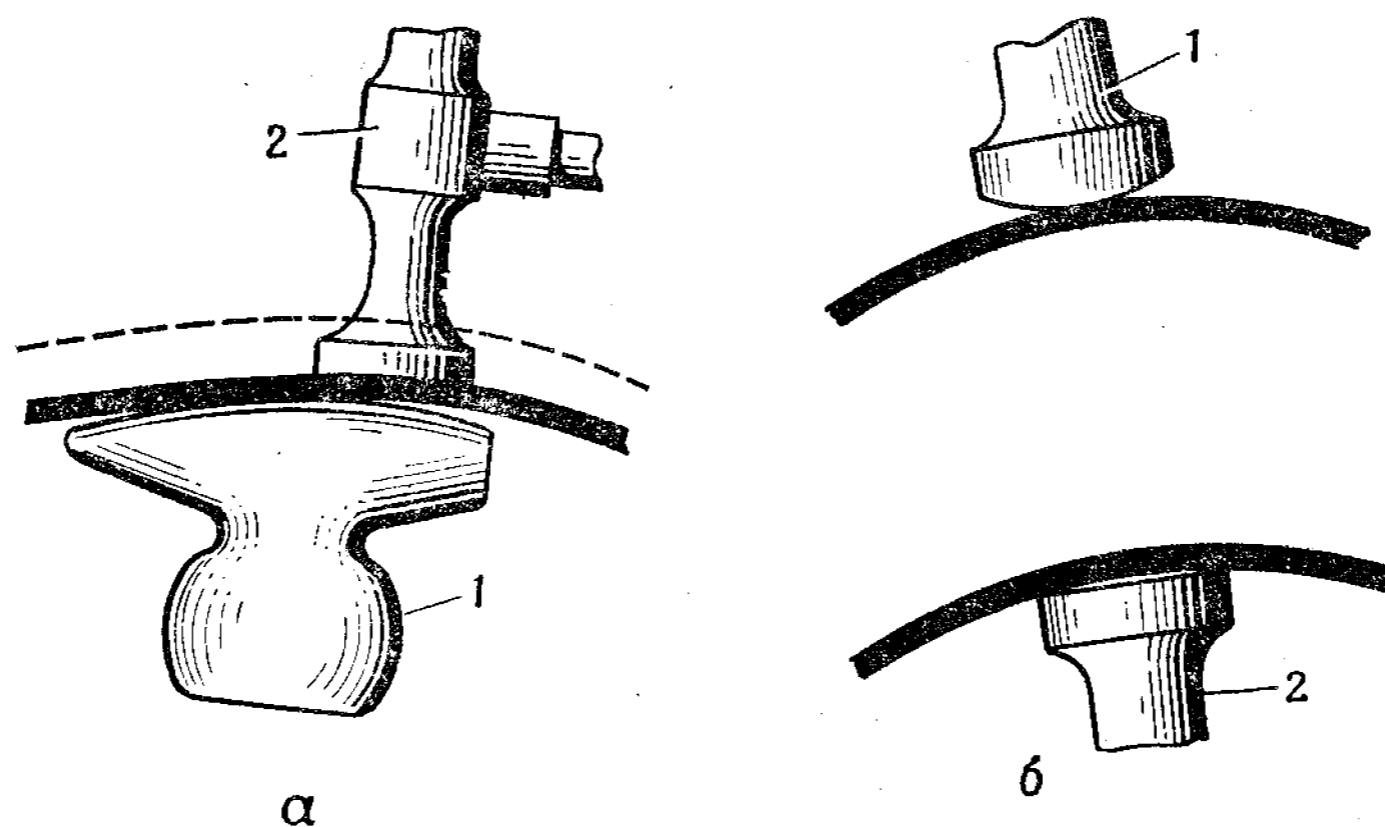

Рис. 174. Положение молотка и поддержки при рихтовке: а — правильное; б — неправильное; 1 — поддержка; 2 — молоток
- подставить под рихтуемую поверхность поддержку 1, прижав одну руку к поверхности (рис. 174);